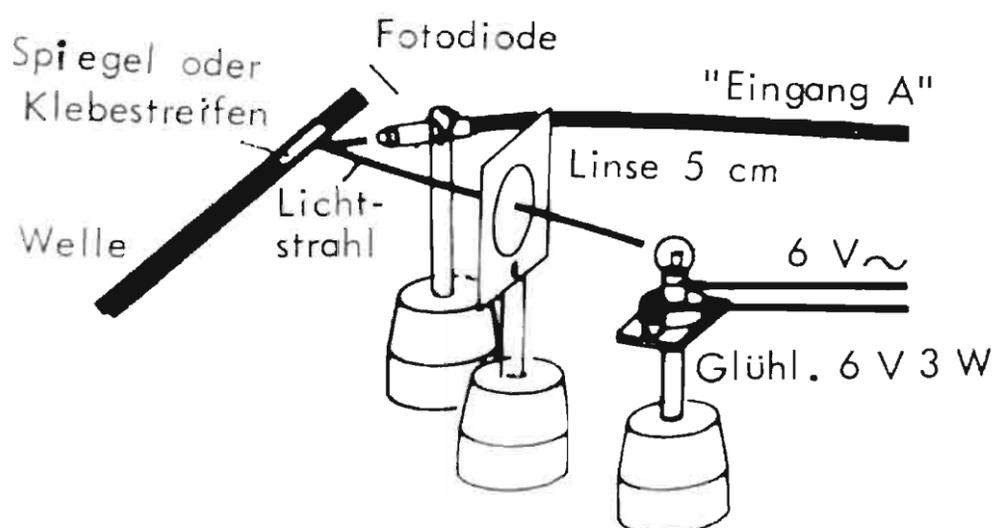

Abb. 10
2. Auf der Welle wird ein kleiner Spiegel so angebracht, daß er den Lichtstrahl bei jeder Umdrehung einmal auf die Fotodiode reflektiert (Abb. 10).
3. Eine Welle mit glänzender (vernickelter) Oberfläche wird zum Teil mit einem schwarzen Klebestreifen abgedeckt, durch den das auf der Welle reflektierte Licht unterbrochen wird (Abb. 10).